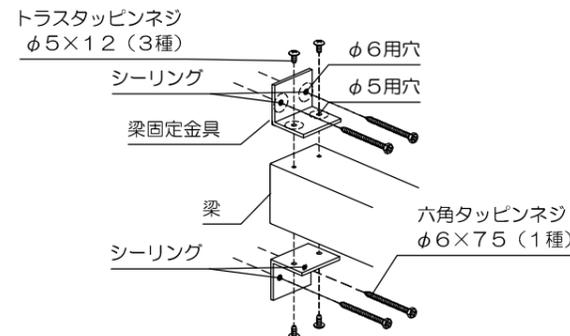

図7. 梁の取付
(1) 梁の両端に梁固定金具をトラスタッピンネジφ5×12(3種)で固定してください(図7)。
(2) 梁固定金具取付部に下穴(φ4.5)をあけ、シーリング材を充填し、六角タッピンネジφ6×75(1種)で固定してください(図7)。